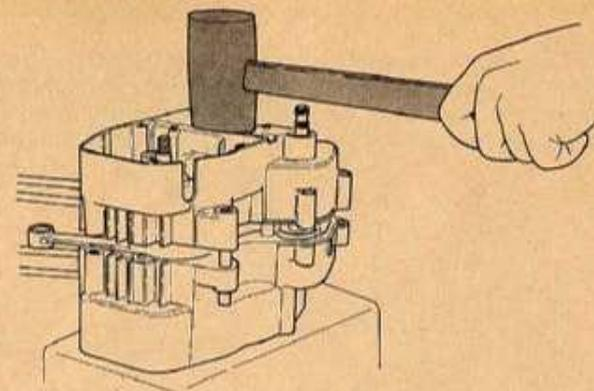

FIG. 43 Chiusura motore
7) **MONTARE** una nuova guarnizione centrale, oliare tutti gli alberi, sovrapporre il semicarterm lato volano e battere non violentemente con un martello di legno-cuoio o plastica in modo uniforme sino alla completa unione (fig. 43).